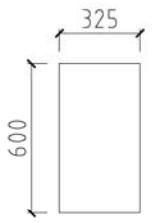

图8-92 绘制矩形
- 01 调用REC【矩形】命令，绘制尺寸为 325×600 的矩形，如图8-92所示。